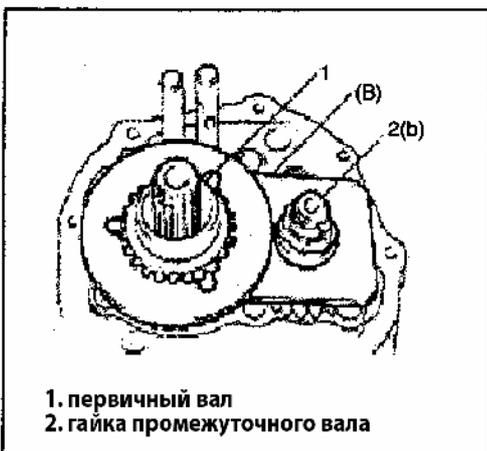

Рис. 409
- 7) Установите гайку промежуточного вала и затяните ее требуемым моментом (Рис. 409).